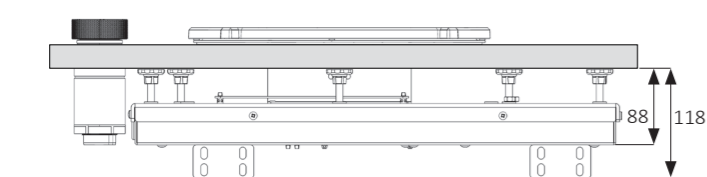

fig. 3
- Tenga presente che lo spessore totale del piano a induzione e del set di supporto è di 118 mm (Top Side e Front Side), misurato dalla parte superiore del piano di lavoro (fig. 3). Questo è importante per la costruzione della cucina.
- Per evitare la flessione del piano di lavoro, l'apparecchio a induzione deve essere supportato con il set di barre di supporto PITT cooking (fig. 3 e 4).